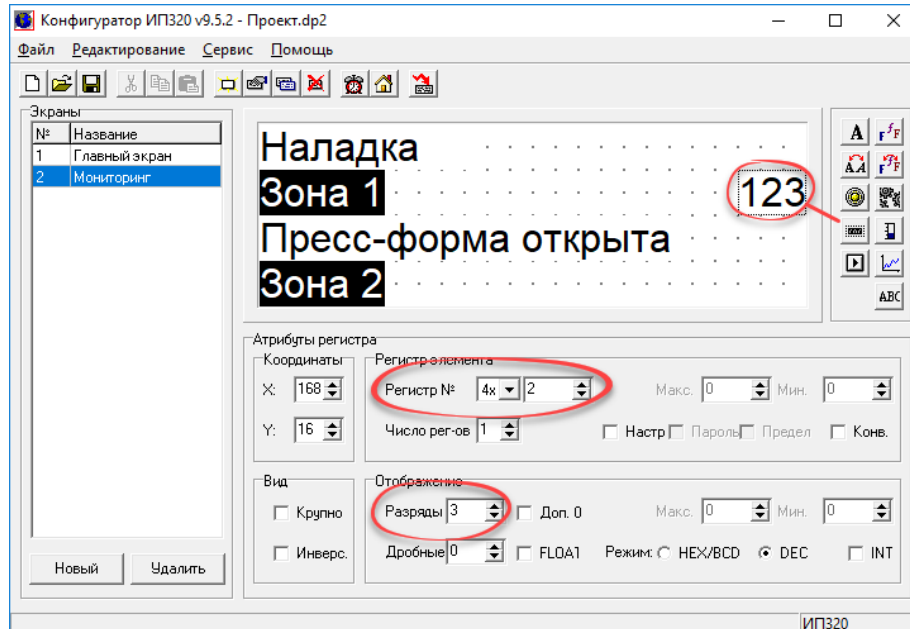

Рисунок 7.6 – Атрибуты регистра
14. Создать текстовые элементы экрана («Зона 1» и «Зона 2»). Приемы ввода текста описаны в п. 4.3. Результат см. рисунок 7.6.
- В группе полей «Атрибуты регистра» (справа от поля «Зона 1») устанавливаем: регистр № = 2; разряды = 3 (т.к. значение температуры не превышает 200 °С). Аналогично создаем регистр справа от надписи «Зона 2». Атрибуты регистра: регистр № = 3; разряды = 3 (см. рисунок 7.6).